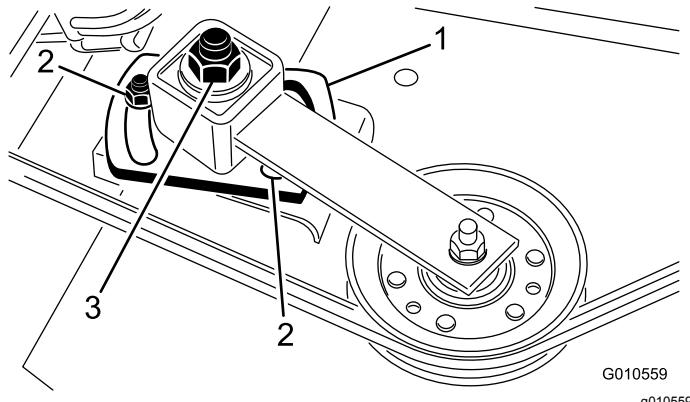

Figura 29
5. Usate una chiave torsiometrica e a tubo per serrare il dado di regolazione del tendicinghia tra i 47 e i 54 N·m (Figura 29).